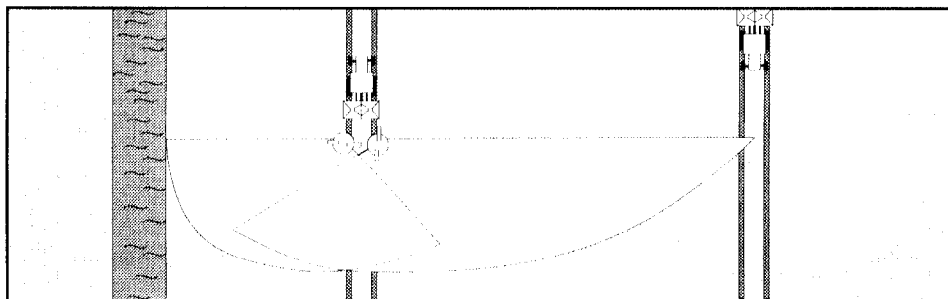

Рис. 7.13
Для **разбрасывания удобрений по краям поля** (в соответствии с проектом с инструкцией по применению минеральных удобрений) (рис. 7.13) левые диски типа **“Omnia -Set”** (левосторонние стандартные разбрасывающие диски, если смотреть по ходу движения) должны меняться на соответствующие пограничные диски типа **“Tele-Set”**. Для правостороннего пограничного разбрасывания также поставляются специальные разбрасывающие диски.
7.4.1.1 Разбрасывание удобрений по краям поля - проект инструкции по применению минеральных удобрений (рис. 7.13)
7.4.2 Регулировка пограничных разбрасывающих дисков в соответствии с проектом инструкции по применению удобрений (рис. 7.13)